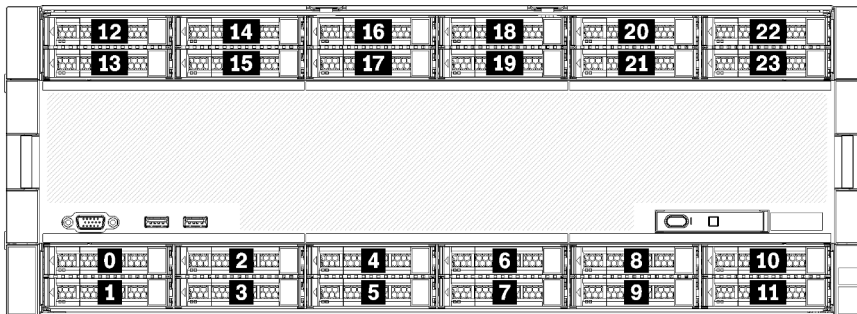

Figura 9. Ubicaciones de bahías de unidad
- Las dos unidades superiores admiten unidades de interfaz SAS, SATA o NVMe (Lenovo AnyBay). El servidor puede admitir hasta 12 unidades NVMe, según la configuración del servidor. Las bahías de unidad con capacidades NVMe son las bahías pares, como se muestra en Figura 9 “Ubicaciones de bahías de unidad” en la página 22.